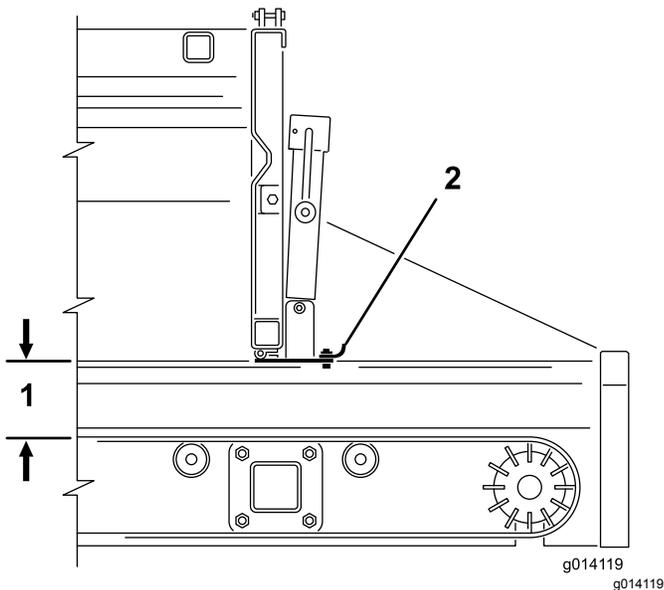

图 40
2. 使用千斤顶手柄打开或关闭可调整的尾门部分图 39 和图 40。这样在使用附件时可限制物料流动。